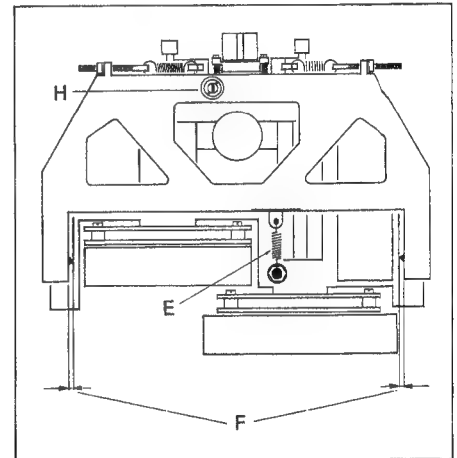

Fig. 3.3
- Der Schwenkträger muss über die Rückzugsfeder [E] geerdet sein (Fig. 3.3, Ansicht von unten).
- The pivoting carrier must be connected to ground via the retraction spring [E] (Fig. 3.3, bottom view).
- Le support des têtes doit être mis à la terre par l'intermédiaire du ressort de rappel [E] (fig. 3.3, vue de dessous).
- Kontrollieren, ob die beiden Gewindestifte an den Drehpunkten des Schwenkträgers so eingestellt sind, dass auf beiden Seiten der Abstand Schwenkträger — Doppelkapstanguss [F] gleich gross ist (Fig. 3.3).
- Die Eintauchtiefe wird mit der Einstellschraube [H] (Fig. 3.3) so eingestellt, dass das andere Ende des Mess-Schiebers sich im Bereich der eingefrästen Markierung befindet.
- Ensure that the two headless setscrews at the pivoting point of the carrier are adjusted in such a manner that the clearance between pivoting carrier and dual capstan casting [F] is identical on both sides (Fig. 3.3).
- Adjust engaged length by adjusting screw [H] (Fig. 3.3) in such a manner that the opposite end of the measuring slide is located within the area of the milled marking.
- Les tiges filetées des points de rotation doivent être réglées de telle façon que la distance entre le support pivotant et le châssis du double cabestan [F] soit la même de part et d'autre (fig. 3.3).
- Ajustez la profondeur de pénétration à l'aide de la vis [H] (fig. 3.3) de façon à ce que l'autre extrémité du curseur soit en face du repère fraisé.